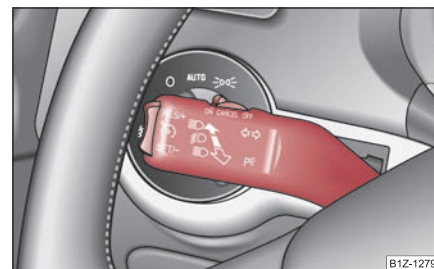

Fig. 60 Maneta de acționare
- Apăsați maneta în sus, respectiv în jos ⇒ fig. 60.